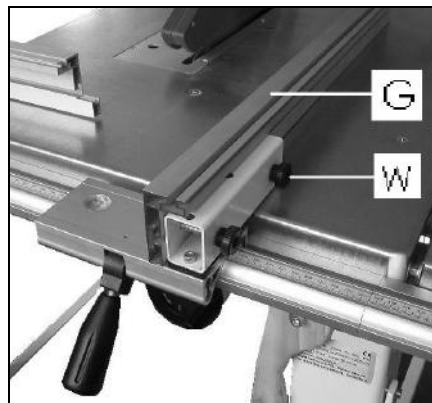

Fig 7
Monter le rail fixe (G, Fig 7) sur le guide de scie avec 2 vis et 2 écrous papillon (W).